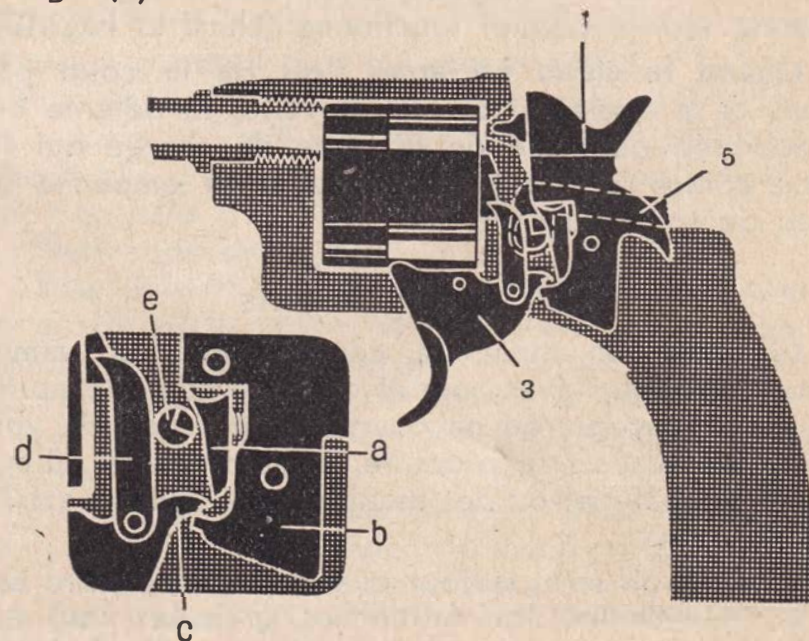

Fig. 10
La Fig. 10 montre le mécanisme avec la porte de charge (5) ouverte.
Quand le chien est désarmé et la porte de charge ouverte, le chien reste bloqué, et lorsqu'on presse la détente, seul le barillet fonctionne (ch. 8 et Fig. 10).